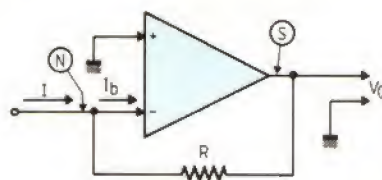

Fig. 46. — Pour remplacer le galvanomètre « idéal » G de la figure 45, on utilise un amplificateur opérationnel en convertisseur courant-tension.
Il reste encore à mesurer l'intensité qui va dans la ligne  $L_2$  vers la masse, en utilisant un « ampèremètre de résistance nulle » (comme ce serait beau si un tel appareil existait !). Il existe cependant une solution très élégante, celle qui consiste à utiliser un amplificateur opérationnel en « convertisseur courant-tension », comme le montre la figure 46. On voit que ledit amplificateur est monté avec son entrée « + » (entrée à gain positif, ou « entrée non-inverseuse ») connectée à la masse. Or chaque fois que l'on utilise un amplificateur opérationnel,
Donc, nous relierons la ligne  $L_2$  de la figure 45 au point (N) de la figure 46, et tout se passera comme si  $L_2$  était connectée à la masse. La tension de sortie  $V_o$  sera proportionnelle à  $i$ , donc au nombre N dont les différents chiffres commandent les commutateurs K.